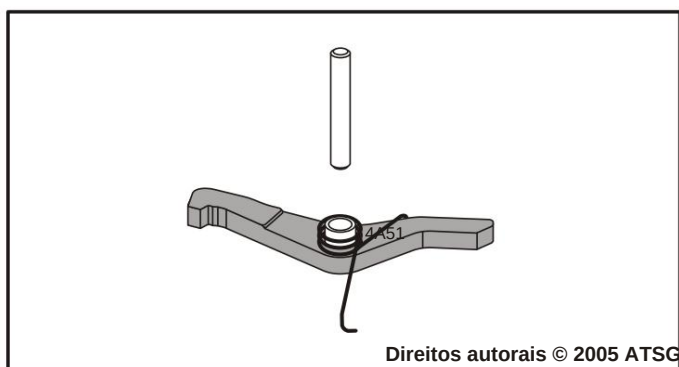

Figura 163
23. Pré-monte a lingueta de estacionamento, a mola de retorno e a bucha, conforme mostrado na Figura 163.